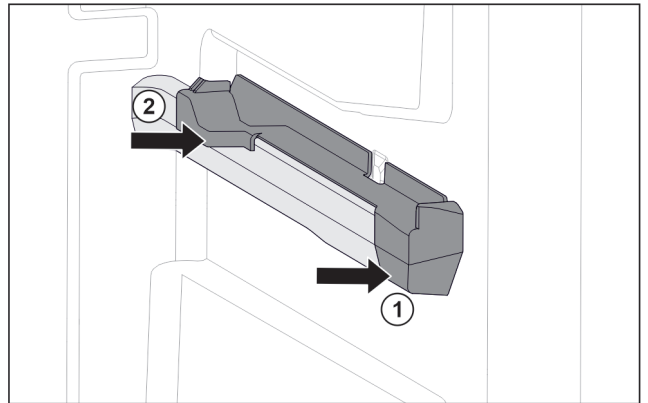

Fig. 42 Nasazovací díl na pravém žebrování na nádoby
- Nasadte nasazovací díl na žebrování na nádoby. Fig. 42 (1)
- Přitlačte nasazovací díl k zadní části. Fig. 42 (2)